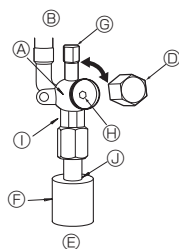

Fig. 4-6
(1) Gas-/vloeistofzijde van de ZM35-71 (Fig. 4-6)
- ① Verwijder de kap en draai de kraanstang zo ver mogelijk tegen de klok in met behulp van een 4mm-inbussleutel. Stop met draaien wanneer de nok wordt bereikt.